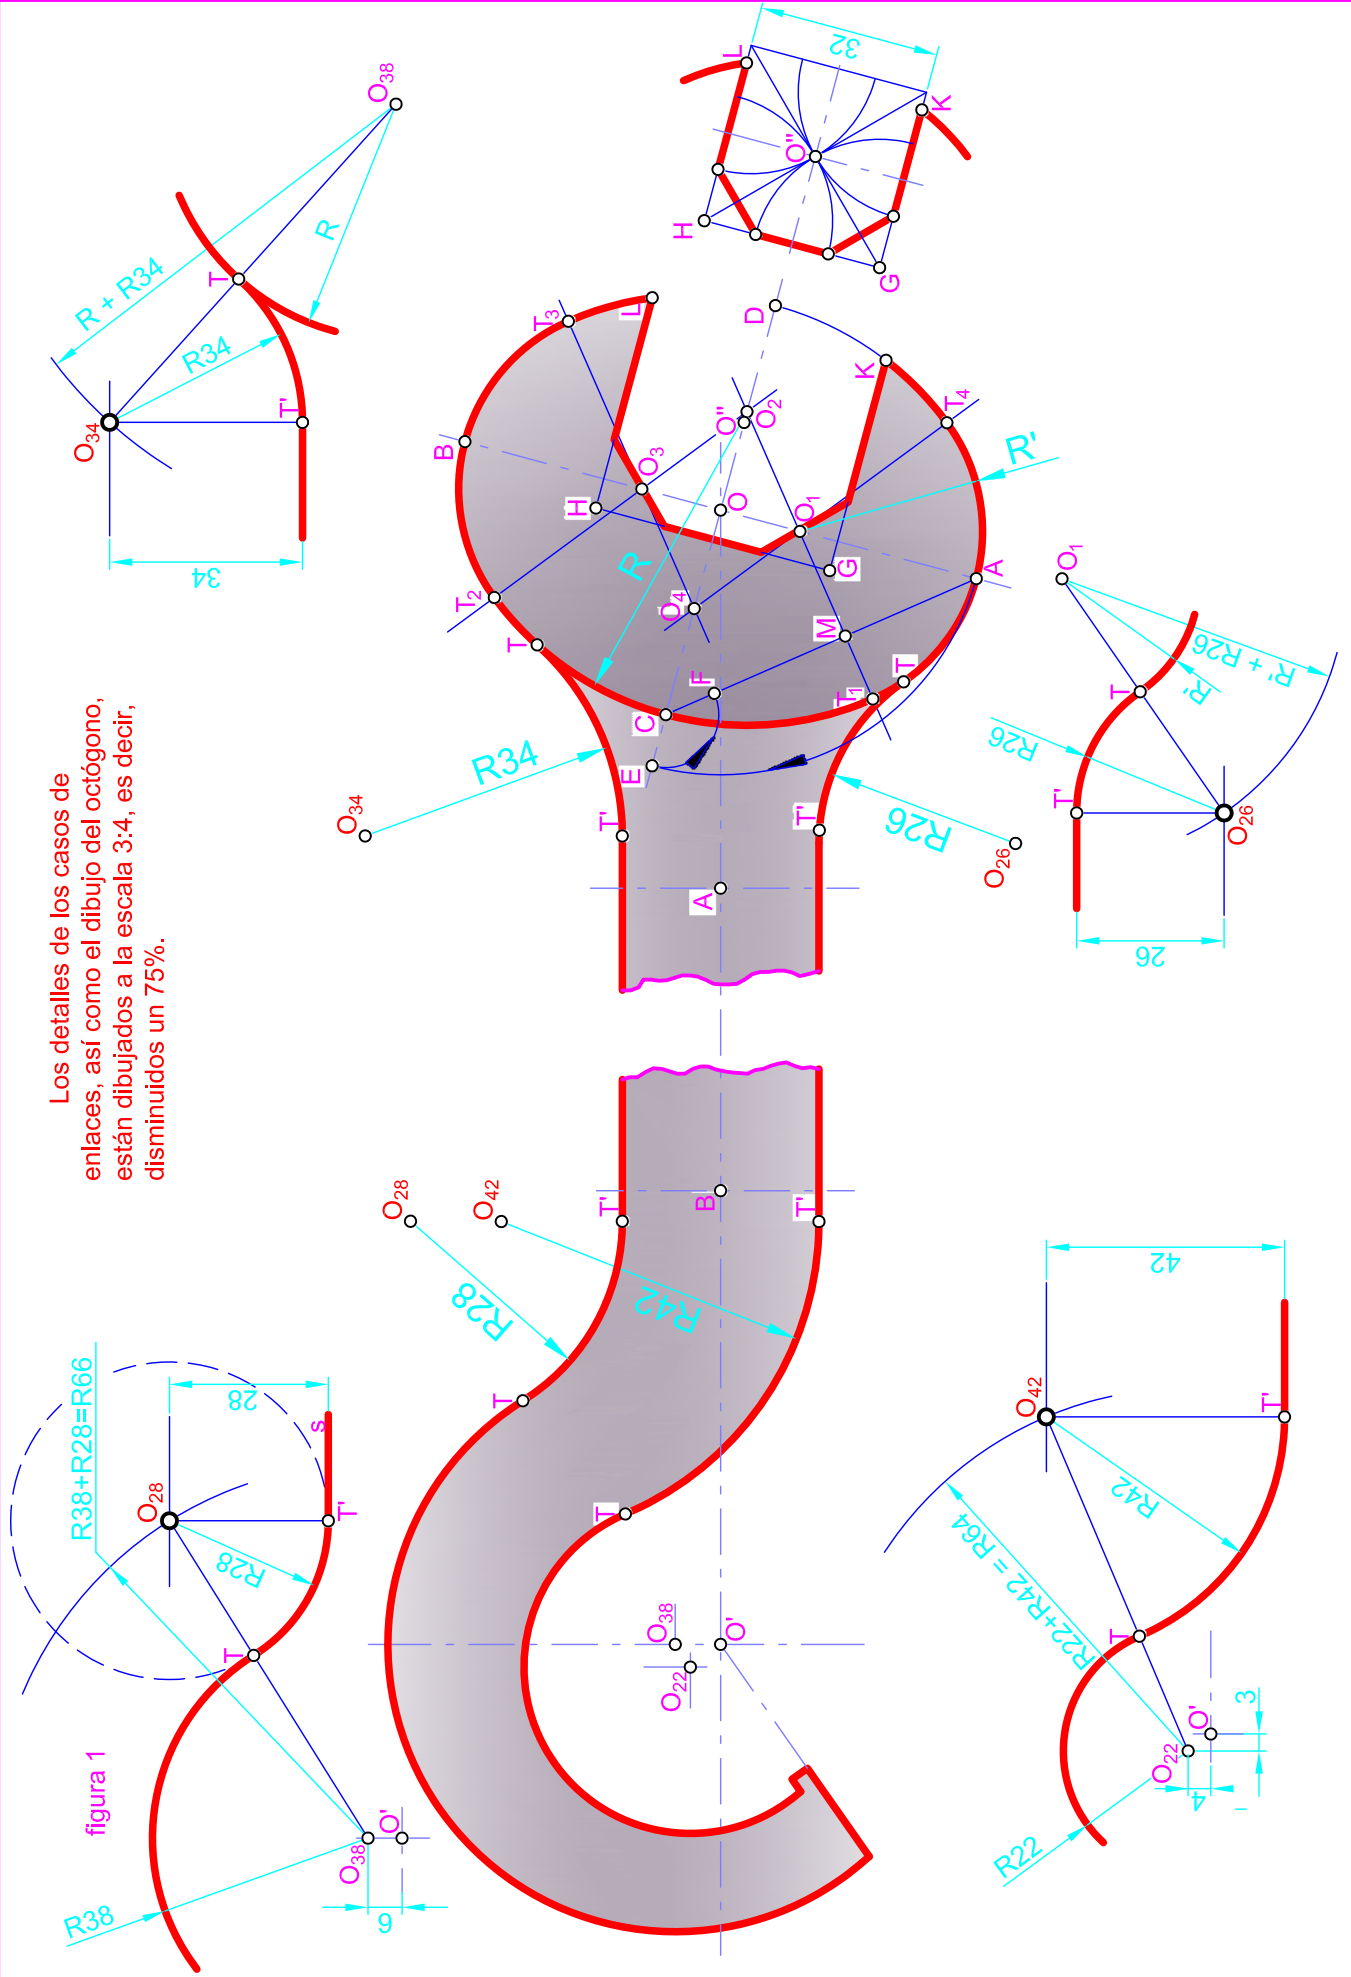

figura 1
9. Los 4 enlaces que hay que realizar se resuelven por el procedimiento (visto ya en la lámina 1.14 BT II, ejercicio 3), que se describe a continuación, en la figura 1, caso de enlazar el arco de radio 38 mm, con la línea, s, del mango, mediante un arco de radio 28 mm: